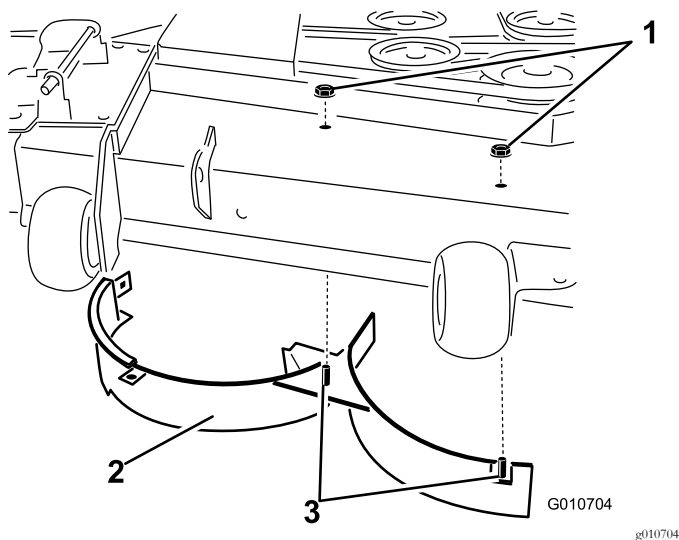

Figura 30
8. Remova as duas porcas de bloqueio (5/16 pol.) presas aos postes soldados do abafador direito, na parte superior da plataforma do cortador, nas posições central e direita (Figura 30).